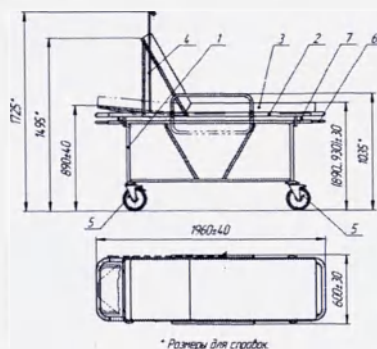

Рисунок 1. Тележка ТВ-ММ мод. 1231
2.4. Габаритные размеры, мм	См. рис. 1, 2, 3
4.1. Изделие (см. рисунок 1) состоит из: тележки одноуровневой 1, съёмных носилок жёстких двухсекционных НЖ-2ММ 2 с откидными боковыми ограждениями, съёмных носилок-матраца НМ-ММ 3 и стойкой капельницы 4.
4.2. Тележка одноуровневая 1 (см. рисунок 1) изготовлена из стальных труб с покрытием порошковым полимерным и оснащена самоориентирующимися колёсными опорами 5, две из которых, расположенные по диагонали, снабжены тормозами. Ручки тележки 6 изготовлены из стальной трубы с покрытием из трубки ПВХ.
На брусках 8 жестко закреплена секция 10 и шарнирно спинная секция 13 с регулировкой угла наклон панели с помощью кнопочного механизма фиксации от 0 до 70 ° для транспортировки пациента в положениях «сидя», «полулежа» и «лежа». Для установки стойки капельницы 4 (см. рисунок 1) из нержавеющей стальной трубы на брусках 8 имеются отверстия.
4.4. Фиксация съёмных носилок жёстких НЖ-2ММ 2 (см. рисунок 1) на тележке одноуровневой 1 от поперечного и продольного смещения обеспечивается опорами 12 на носилках 2 и штырьковыми фиксаторами 7 на тележке.